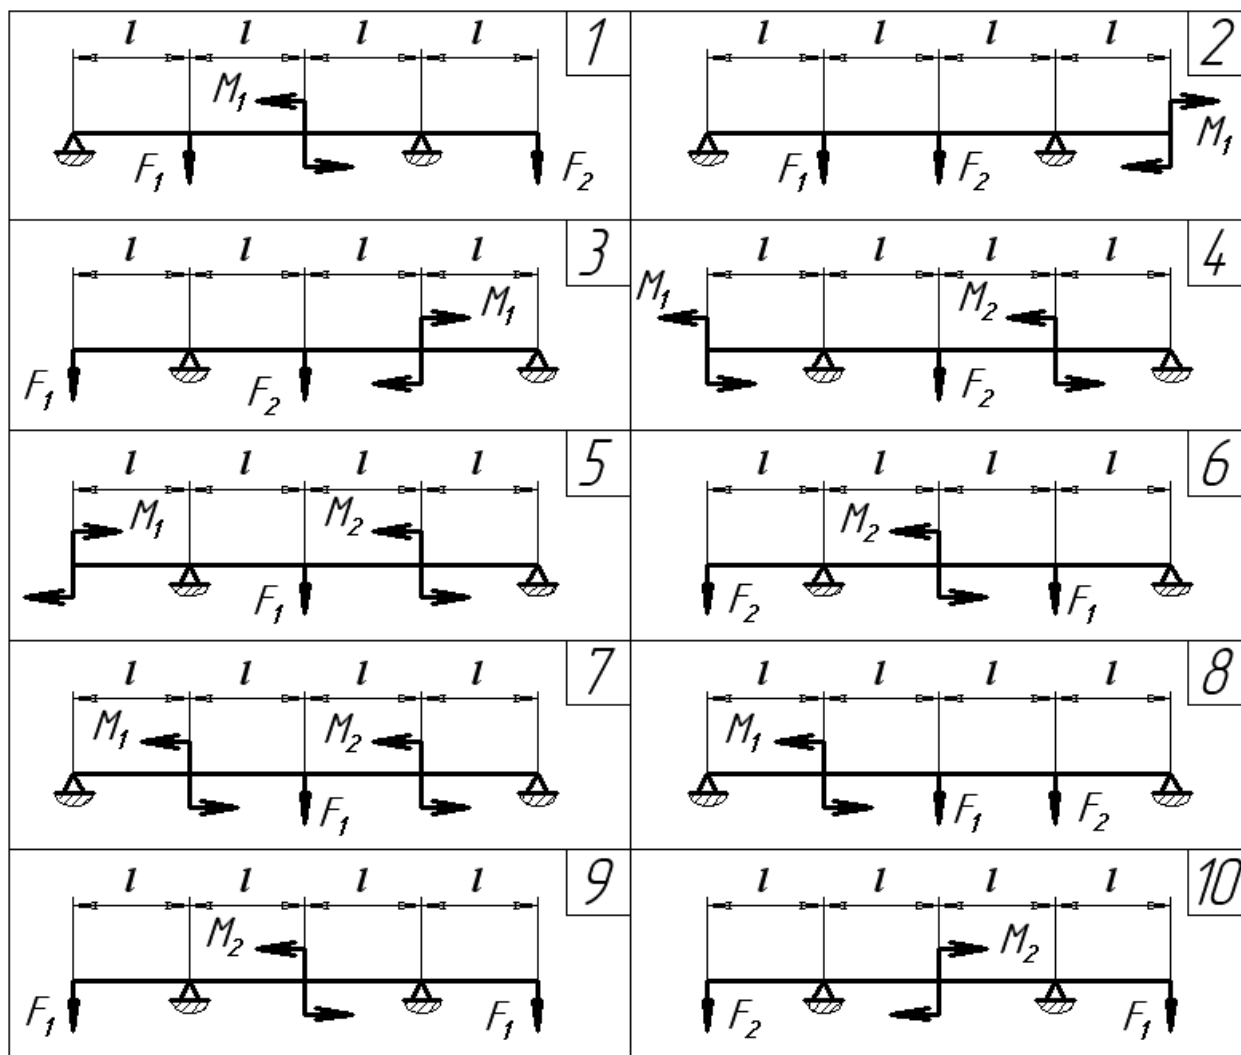

Рис. 4 Схемы двухпорных балок
**Исходные данные выбираются по рис. 4 по последней цифре учебного шифра (схема балки) и из табл. 6 по предпоследней цифре шифра.**